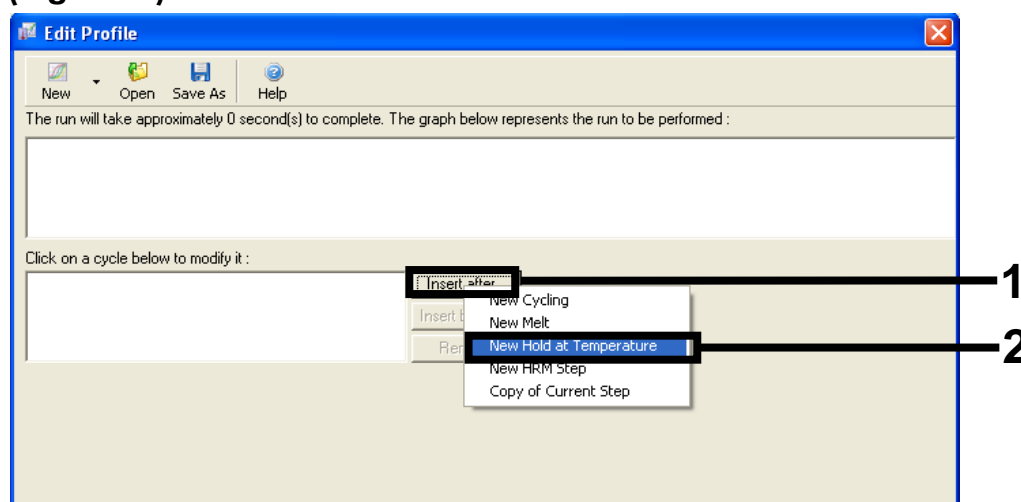

Figure 4. Étape d'incubation initiale à 95 °C.
Activation initiale de l'enzyme à démarrage à chaud	Figure 4
7. Cliquer sur le bouton « Insert After » (insérer après) et sélectionner **New Hold at Temperature** (nouvelle température d'attente) (Figure 4).